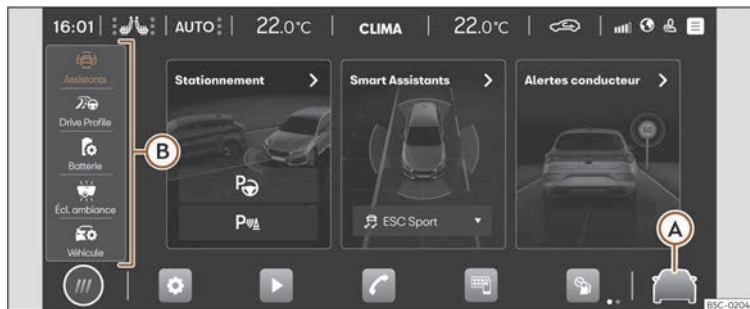

Fig. 71 Représentation schématique : Assistants et réglages du véhicule
En appuyant sur  >>> **fig. 71 (A)** ou, dans le menu principal, sur **Réglages du véhicule**, le menu des assistants d'aide et des réglages du véhicule s'ouvre. Puis, en appuyant sur l'un des menus situés dans la partie de gauche **(B)**, l'écran affiche le menu des réglages ou des assistants d'aide sélectionnés.